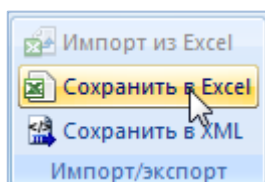

Рис. 13-387 – Кнопка «Сохранить в Excel» панели Импорт/экспорт
- 3) Перейти в рабочее окно «Простои» и нажать кнопку «Сохранить в Excel» панели «Импорт/экспорт» (рис. 13-387).